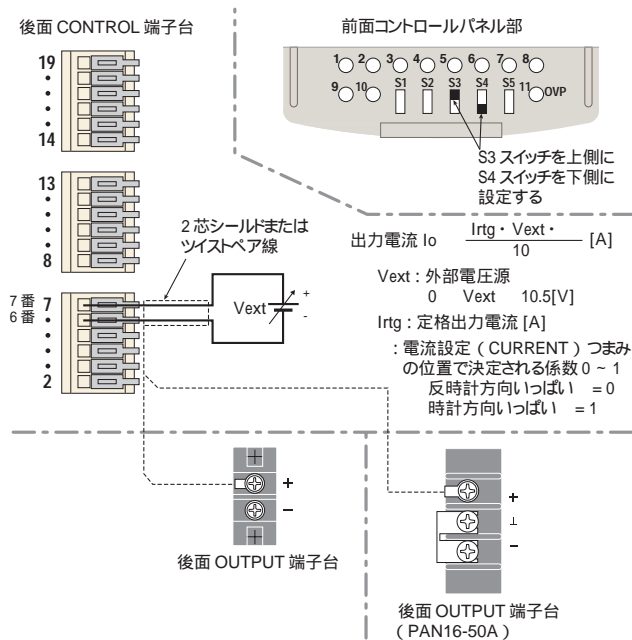

図 4-14 外部電圧による出力電流コントロールの接続と設定
- 外部電圧による出力電流のコントロールでは、電流設定 (CURRENT) つまみによって外部電圧源 (Vext) からの入力電圧に対する、出力電流の比を調整することができます (図 4-14 参照)。従って、つまみを時計方向いっぱいに戻しておかないと、定格出力電流まで外部コントロールできません。また、パネルからの出力設定を固定したい場合は、付属のガードキャップを使用してください。
4. コントロールスイッチ S3 と S4 を図 4-14 のように設定します。
5. コントロール端子の6番と7番間に電圧源を図4-14のように接続します。